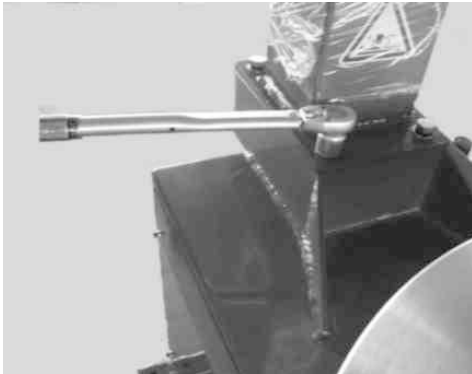

Рис. 4
3.2.2 Разместите стойку на корпусе. Предупредительный ярлык должен находиться спереди. Отрегулируйте отверстия на подколонной плите к отверстиям с резьбой на корпусе. Еще раз смонтируйте удаленный болт (3.2.1.), пружинную и пластинчатую шайбу, удаленные в п.3.2.1. Крутящий момент - 70N·M (Рис. 4). Используйте гаечный ключ.